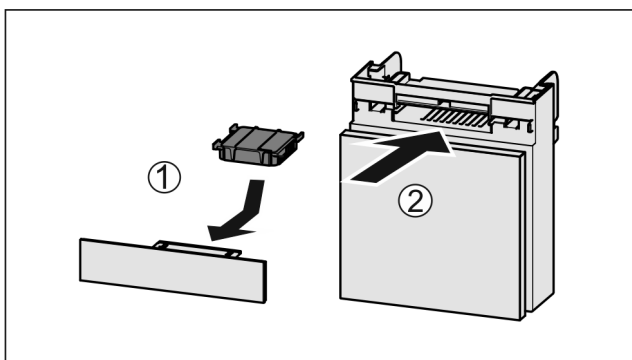

Fig. 129
- ▶ Insérer le filtre à charbon actif d'après le schéma Fig. 129 (1).
- ▶ Insérer le compartiment Fig. 129 (2).